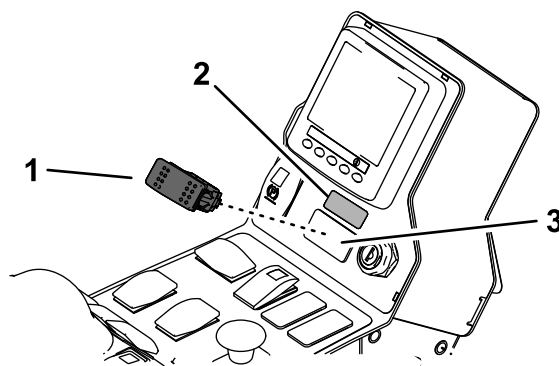

Figura 4
3. Rimuovete il copriforo con prefrattura dal quadro di comando e montate l'interruttore (Figura 4).
4. Applicate l'adesivo del freno ausiliario sopra l'interruttore (Figura 4).